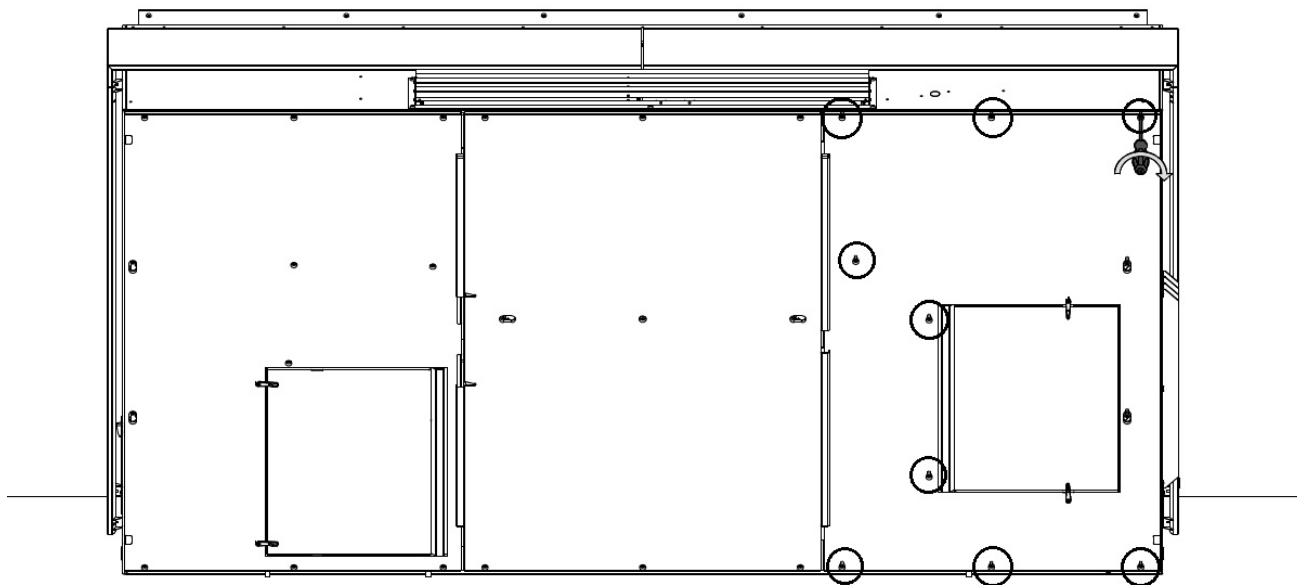
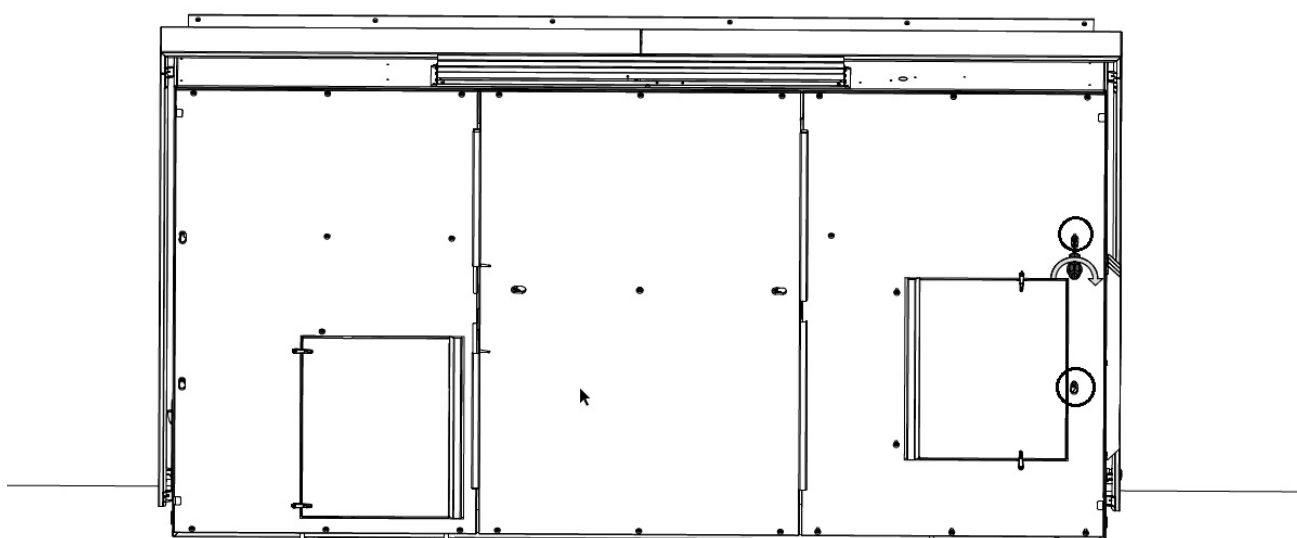

Figur 47: Nøkkelhull på den høyre stålplaten
Figur 48: Skyve stålplaten mot veggen
12. Som tidligere løfter du platen og skyver den mot veggen for å låse den, se Figur 47 og Figur 48.